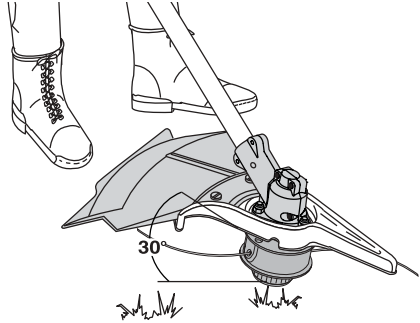

Fig. 24
El recorte decorativo se realiza eliminando toda la vegetación de alrededor de los árboles, postes, cercos, etc. Gire toda la unidad a modo de que el accesorio de corte se ubique a un ángulo de 30° con el suelo (Fig 24).
1. Sostenga la bobina exterior con una mano y desenrosque el botón de tope en sentido antihorario (Fig. 24). Inspeccione el perno de adentro del botón de tope para verificar que se mueva con libertad.